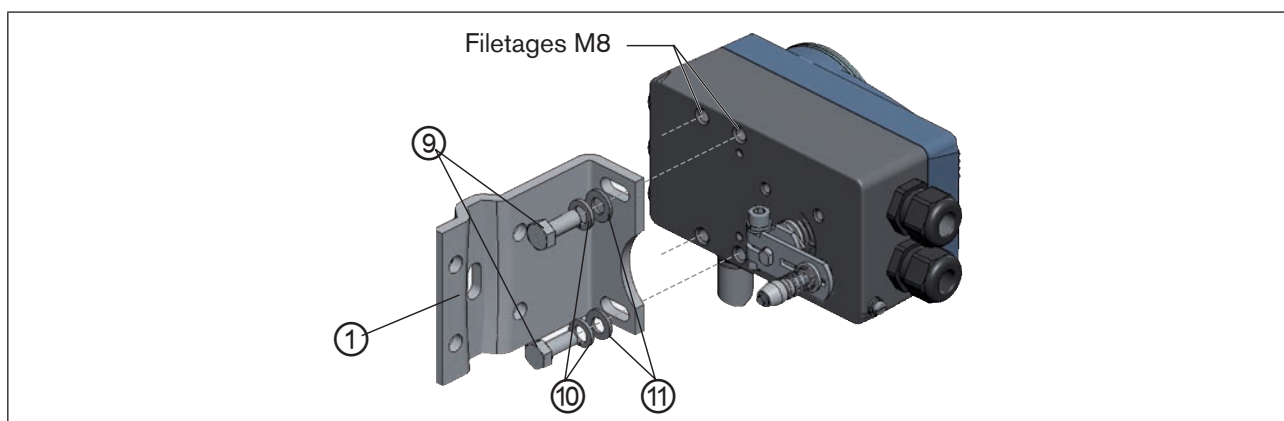

Figure 24 : Fixer l'équerre de montage
→ Fixer l'équerre de montage ① avec les vis à tête hexagonale ⑨, la rondelle élastique ⑩ et les rondelles ⑪ au dos du positionneur (voir « Figure 24 »).